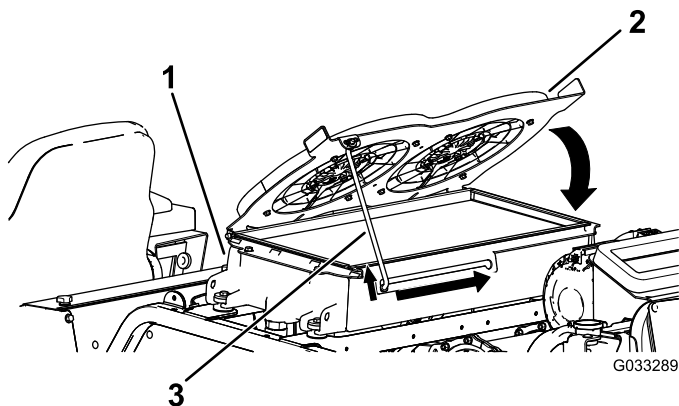

Рисунок 117
4. Поверните вентиляторы охлаждения гидравлической жидкости вниз и зафиксируйте опорную стойку в выемке (Рисунок 117).